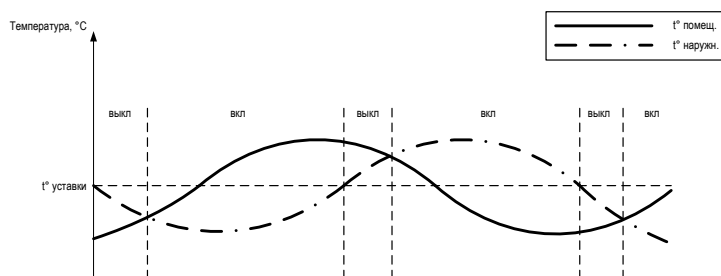

Рисунок 14 – Работа регенератора в зависимости от соотношения температур наружного воздуха и воздуха в помещении
- Температура наружного воздуха выше уставки, и температура в помещении выше температуры наружного воздуха ИЛИ температура наружного воздуха ниже уставки, и температура в помещении ниже температуры наружного воздуха (см Рисунок 14)
- Температура наружного воздуха ниже уставки, и температура в помещении выше температуры наружного воздуха ИЛИ температура наружного воздуха выше уставки, и температура в помещении ниже температуры наружного воздуха (см. Рисунок 14)
- Температура наружного воздуха выше уставки, и температура в помещении выше температуры наружного воздуха ИЛИ температура наружного воздуха ниже уставки, и температура в помещении ниже температуры наружного воздуха (см. Рисунок 14)